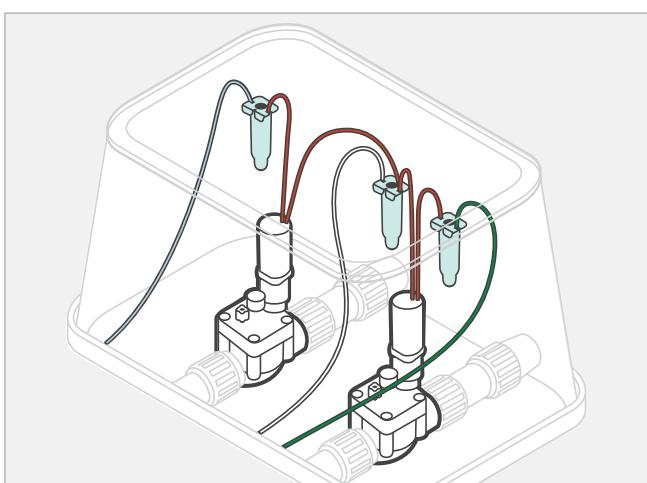

Figure 1
4. Branchez les fils aux électrovannes à l'aide de connecteurs étanches (Figure 1). Vous aurez besoin d'un fil par électrovanne, plus un fil neutre qui sera raccordé à l'un des fils sur toutes les électrovannes.